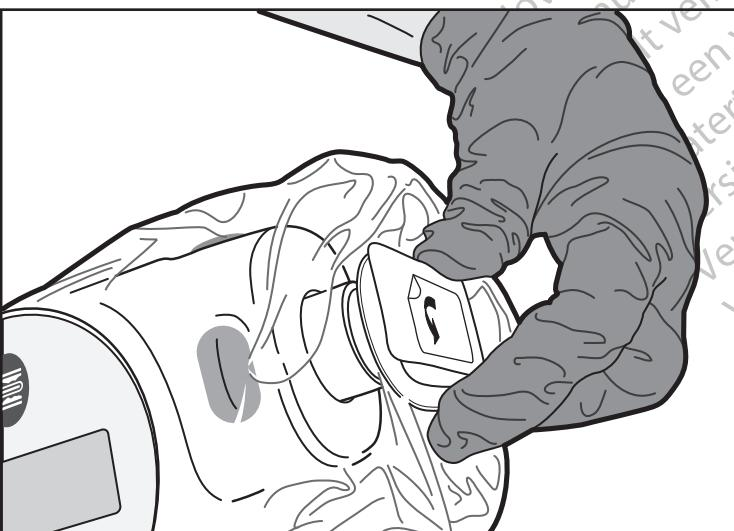
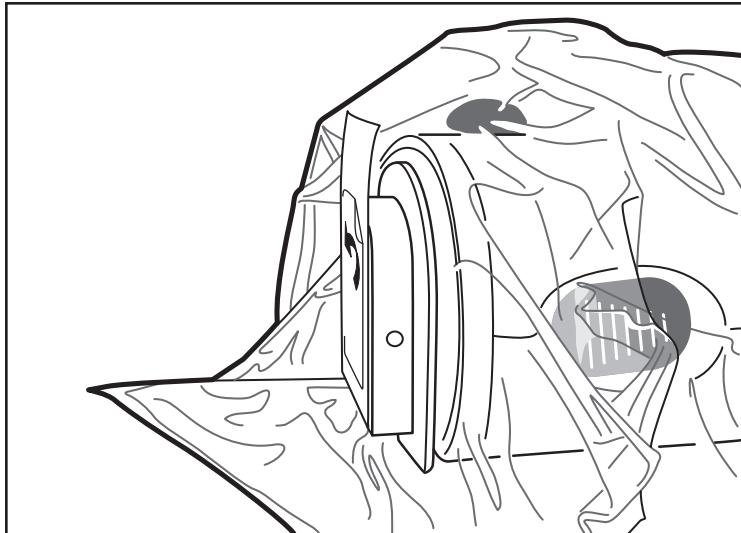

Abbildung 7. Befestigen der Frontplatte
Abbildung 8. Befestigte Frontplatte
- Zum Befestigen des Beutels an der MDUS PLUS Motorantriebseinheit richtet die sterile Person die Frontplatte am Beutel mit dem vorderen Ende der MDUS PLUS Motorantriebseinheit aus (Abbildung 7) und drückt diese vorsichtig an, um die Verbindung zu sichern. Zwischen der Frontplatte und dem vorderen Ende dürfen keine Materialien eingeklemmt sein. Überschüssiges Beutelmaterial im Bereich um und hinter der Verbindung ist normal (Abbildung 8).